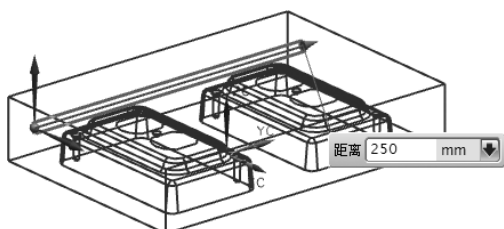

图 9-99 建立第一条管道
(6) 利用矢量工具为管道指定方向，并拖曳手柄或输入数值到合适长度，如图 9-99 所示。